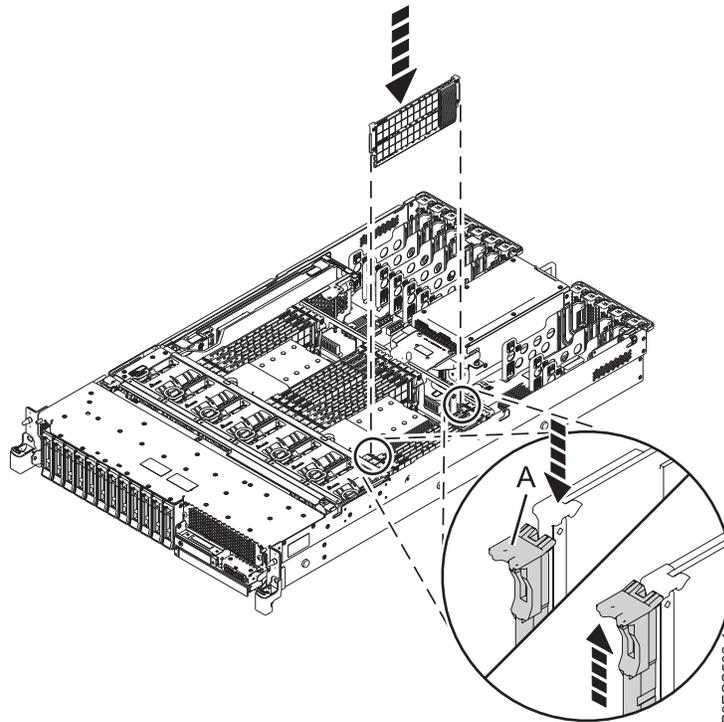

Abbildung 3. Speichermodul im System vom Typ 5148-21L, 5148-22L, 8247-21L, 8247-22L, 8284-21A oder 8284-22A installieren oder austauschen
5. Drücken Sie das Speichermodul fest in den Steckplatz, bis die Verriegelungszunge (**A**) einrastet. Siehe Abb. 3 auf Seite 6.